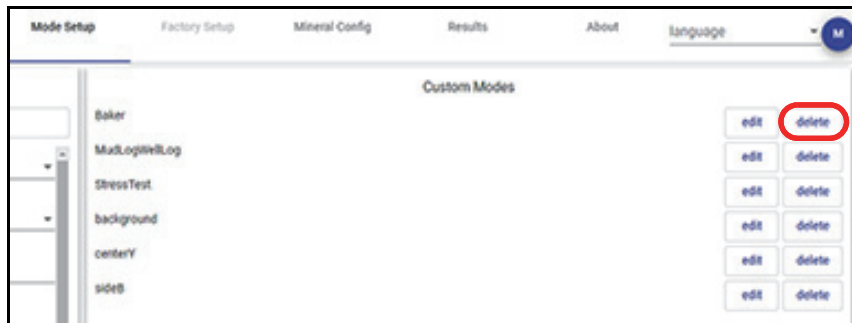

Abbildung 5-16 Schaltflächen Delete
- ◆ Wählen Sie eine Schaltfläche **Delete** (Löschen) aus (Abbildung 5-16 auf Seite 87).